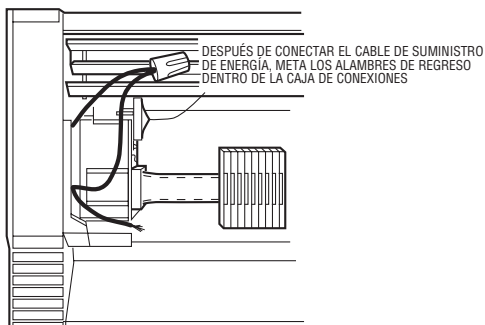

Figura 8. Cableado a través de la abertura de la caja de conexiones
- Si la fuente de alimentación va a alimentar calefactores en la caja de conexiones adyacente a otro calefactor, es más fácil hacer las conexiones de alimentación antes de la instalación del (de los) calefactor(es) en la pared. Si esto no fuera posible, pueden hacerse las conexiones a través de la abertura de las cajas de conexiones cuando se quite(n) la(s) cubierta(s) frontal(es). Vea la Figura 8.